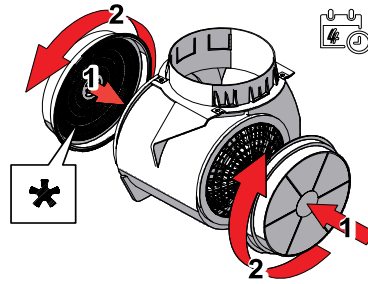

Fig. 5
4. Introduceți două filtre de cărbune activat în fantele de pe ambele părți ale carcasei ventilatorului, cu grila de plastic spre interior (fig.5), dacă este necesar, deplasați la o parte firele adiacente;